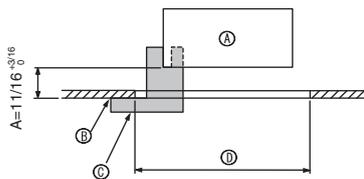
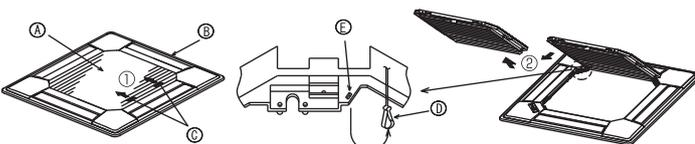
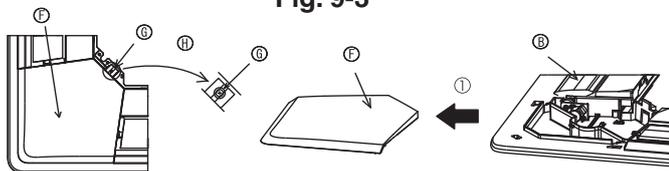

Fig. 9-2
Fig. 9-3
Fig. 9-4
①	Dimensiones de la rejilla	1	950 × 950 (mm), 37-3/8 × 37-3/8 pulgadas
②	Tornillo con arandela cautiva	4	M5 × 0,8 × 25
③	Plantilla	1	(Dividido en cuatro partes)
④	Remache	3
⑤	Tornillo	4	4 × 8
⑥	Tornillo	1	4 × 12
9.2. Preparación para conectar la rejilla (Fig. 9-2)
- Con la plantilla ③ que se suministra con este equipo, ajuste y compruebe la posición de la unidad en el techo. Si la unidad no está colocada en el techo de forma adecuada, podrían producirse escapes de aire o generarse una condensación.
- Ⓒ Plantilla ③ (metida en la unidad)
9.2.1. Extracción de la rejilla de admisión (Fig. 9-3)
- Deslice las palancas en la dirección indicada mediante la flecha ① para abrir la rejilla de admisión.
- Con la rejilla de admisión en posición "abierta", extraiga la bisagra de la rejilla de admisión de la rejilla tal y como se indica mediante la flecha ②.
9.2.2. Extracción del panel angular (Fig. 9-4)
- Extraiga el tornillo de la esquina del panel angular. Deslice los paneles angulares indicados por la flecha ① para extraer este panel.
[Fig.9-3] [Fig.9-4]